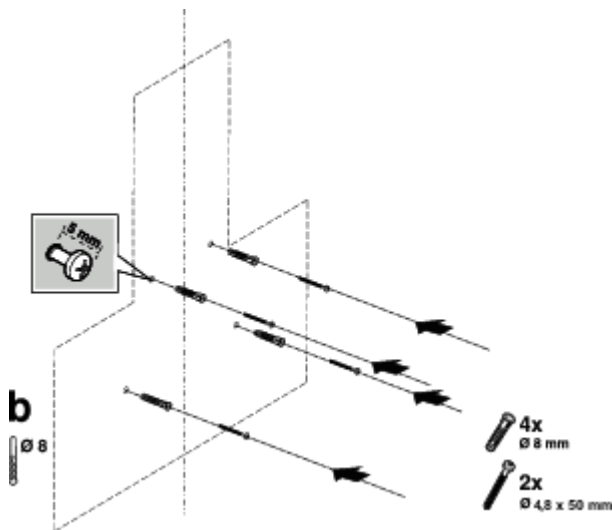

Fig. 12:
- Dibuje una línea perpendicular desde techo hasta al borde inferior de la campana de cocina (Fig. 12).
- A fin de perforar los orificios de suspensión de la chimenea, la placa de montaje se coloca en la superficie donde se instalará el aparato y los orificios de montaje se marcan (Fig. 12/b).
- Los orificios de suspensión se taladran con un taladro de $\text{Ø}8$ mm y las clavijas se colocan (Fig. 12/b).
Los 2 tornillos de suspensión de 4,9x50 se colocan con una separación de 5 mm entre la cabeza del tornillo y la pared (Fig. 12/b).